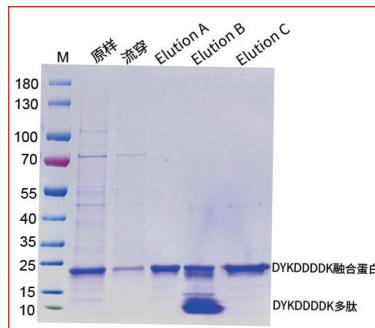

图2.Magneti-Q DYKDDDDK标签蛋白纯化试剂盒纯化分泌蛋白的SDS-PAGE电泳图
- 5) 对洗脱产物进行 SDS-PAGE 电泳，结果请见图 2。